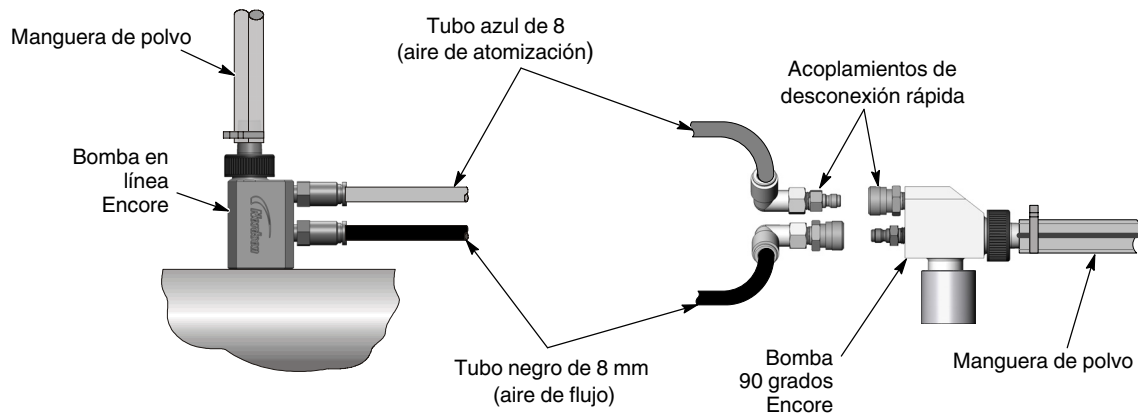

Figura 3-13 Conexiones de la bomba
3. Ver la figura 3-13. Conectar el tubo de aire a los racores de la bomba.